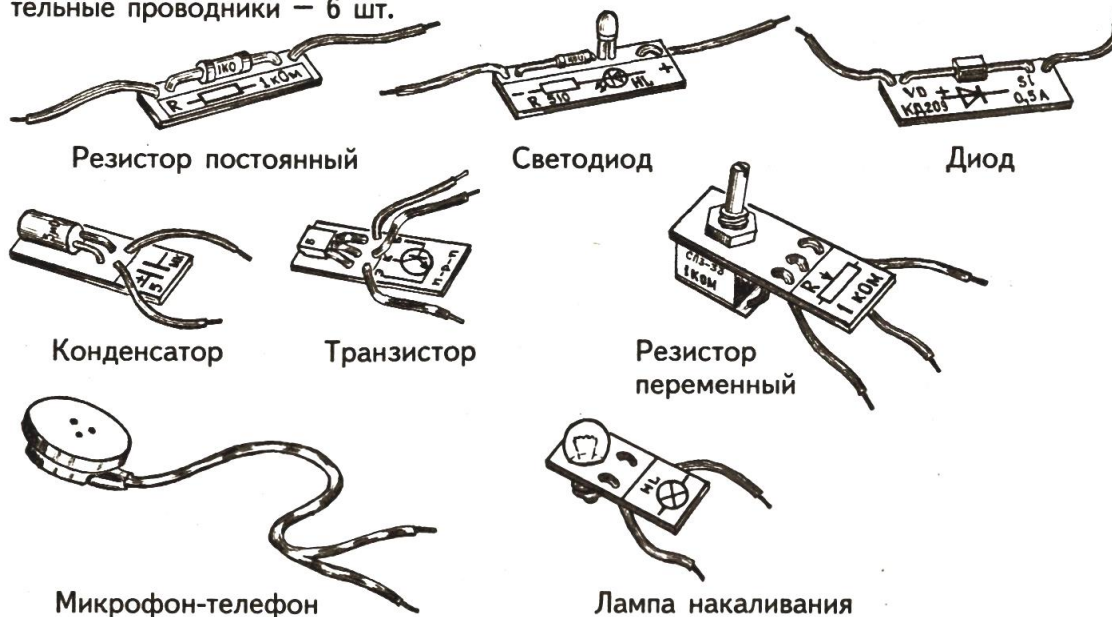

Рис. 1
– набор деталей, которые установлены на опорных площадках с условными графическими обозначениями и снабжены соединительными выводами (рис. 1): переменные резисторы 1 кОм — 1 шт. и 500 кОм — 1 шт.; резисторы 10 Ом — 1 шт., 20 Ом — 1 шт., 30 Ом — 1 шт., 51 Ом — 1 шт., 100 Ом — 1 шт., 200 Ом — 1 шт., 300 Ом — 1 шт., 10 кОм — 1 шт. (добавочный к вольтметру), 360 кОм — 1 шт., 0,03 Ом (шунт к амперметру) — 1 шт; диод КД209 — 2 шт.; диод Д9 — 1 шт.; светодиод АЛ307 —